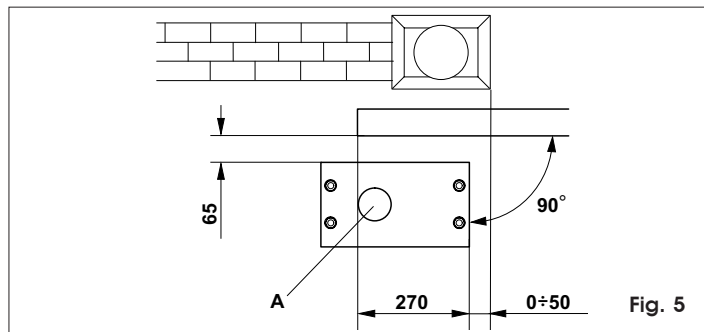
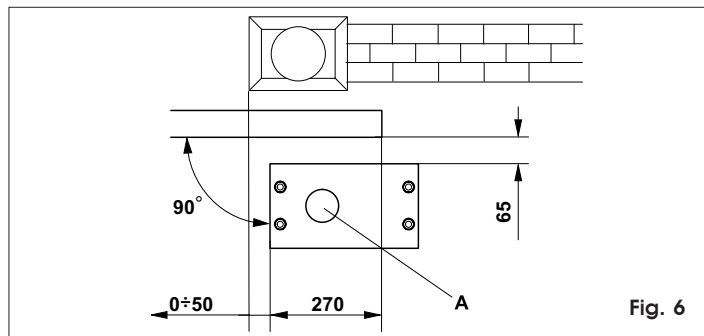

Fig. 5
Fig. 6
2) La piastra di fondazione deve essere posizionata come da Fig.5 (chiusura destra) o Fig.6 (chiusura sinistra) per garantire il corretto ingranamento tra il pignone e la cremagliera.